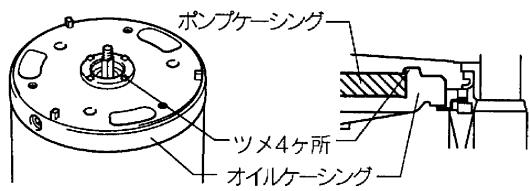

図2
(3) ポンプケーシングの取り付けの際は、しっかりと当たり面まで押し込んでください。また図2のようにオイルケーシングの内側のインロー部には4ヶ所ツメがありますので、そのツメにしっかりとかかるまで押し込んでください。